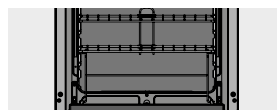

Figura 4.
- Detalle posición de guía entrepaño doble horno con los entrepaños (aplica solo para entrepaño doble retráctil, ver figura 4).